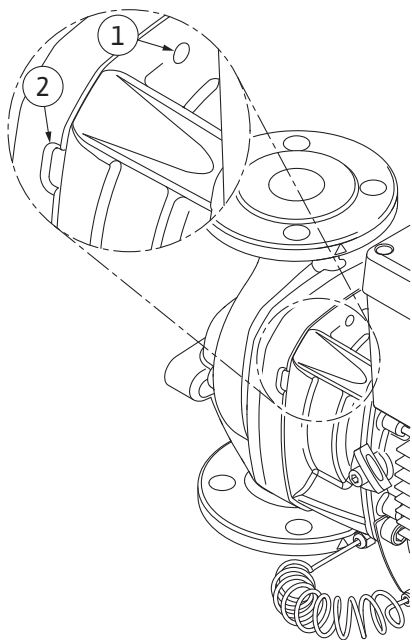

Fig. 105: Orifícios roscados e ranhuras para afastar a unidade de impulsor motor do corpo da bomba
Para o tipo de bomba (Fig. I e Fig. II), utilizar os dois orifícios roscados M10 (ver Fig. 105) e os parafusos adequados fornecidos no local (por exemplo, M10 x 20 mm). Para pressionar também podem ser utilizadas as ranhuras (Fig. 105, pos. 2).